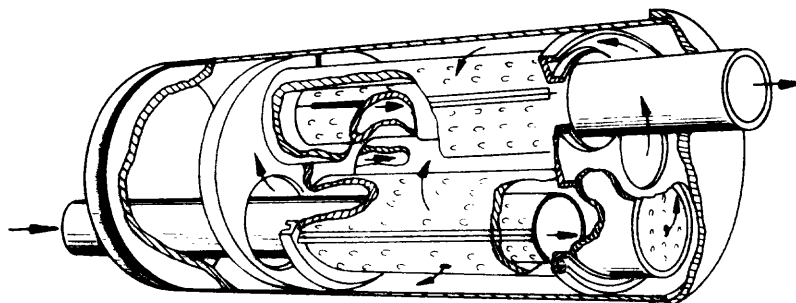

Fig. 2
- Para motores con turbo cargador o sobrealimentados (fig. 2).